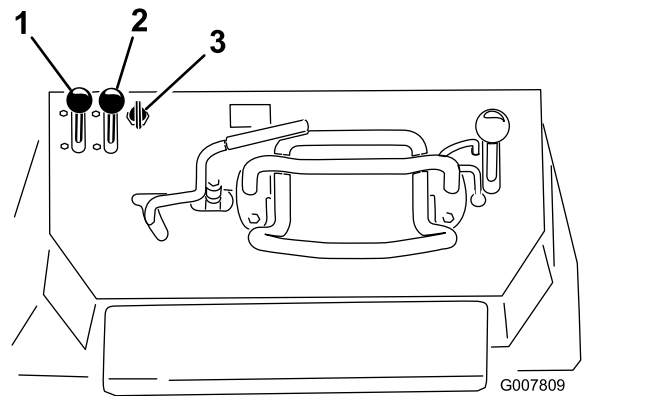

Figure 16
- Réglez la commande d'accélérateur à mi-course entre les positions BAS RÉGIME et HAUT RÉGIME (Figure 16).
- Réglez la commande de starter à la position EN SERVICE (Figure 16).
- Modèles à démarrage électriques : tournez la clé à la position CONTACT (Figure 16). Relâchez la clé quand le moteur démarre.
- Amenez progressivement la commande de starter en position HORS SERVICE (Figure 16). Si le moteur cale ou hésite, engagez de nouveau le starter jusqu'à ce que le moteur soit chaud.
- Réglez la commande d'accélérateur à la position voulue (Figure 16).
2. Placez la commande d'accélérateur en position BAS RÉGIME (Figure 16).